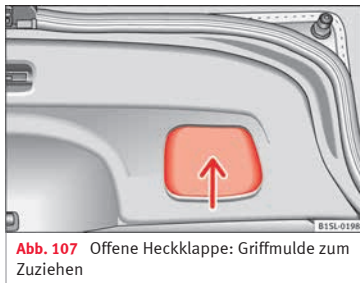

Abb. 107 Offene Heckklappe: Griffmulde zum Zuziehen
- In die Griffmulde in der Innenverkleidung der Heckklappe fassen » Abb. 107 (Pfeil).